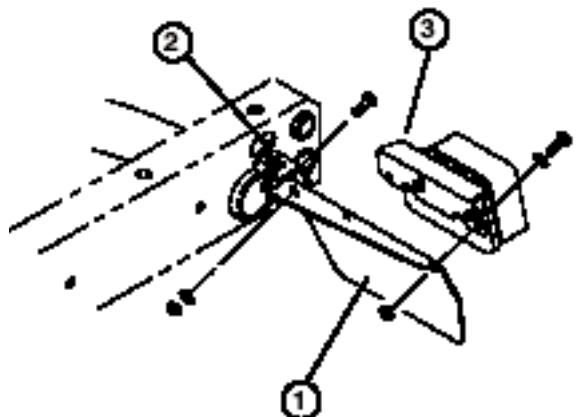

Figura 1
- Fije la parte trasera de cada chapa de luces traseras a la parte trasera de los soportes del bastidor con un tornillo de caperuza de $\frac{5}{16}$ -18 x 1" lg., una arandela plana de 0,344" D. I. y una tuerca, según muestra la Figura 1.